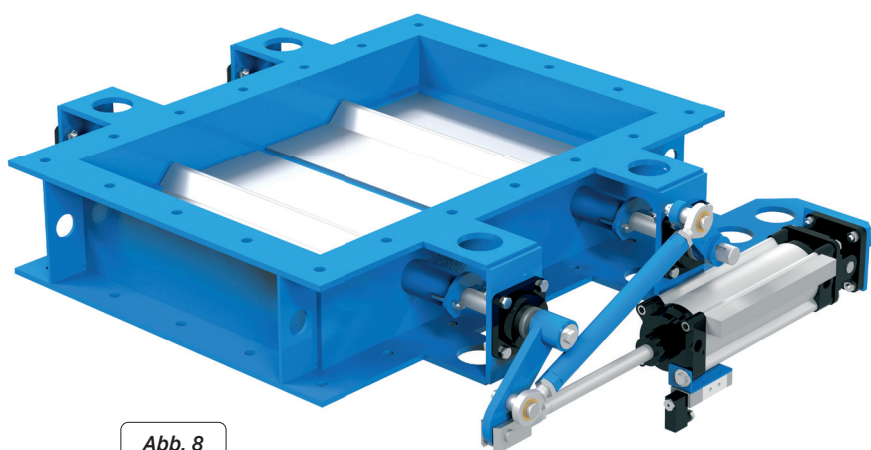

Abb. 8
- **Pneumatischer Linearzylinder** (Abb. 8). Bei dieser Antriebsart wird ein Pleuel auf der Antriebswelle montiert, um die vom Zylinder erzeugte lineare Bewegung in eine Drehbewegung zu umzuwandeln und so die Klappe betätigen zu können.